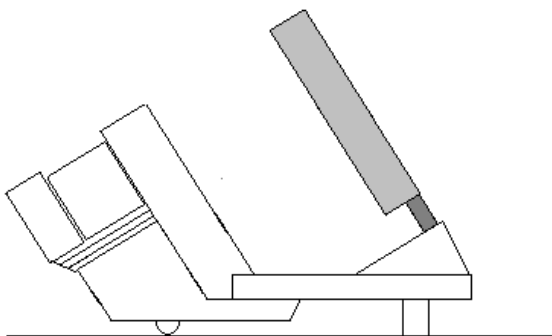

Fig. 3a Montage de la bobine pour un champ axial
- Disposer le pied de la bobine par l'avant dans la rainure. Veiller à ce que les connexions soient orientées vers l'avant (voir fig. 3a).